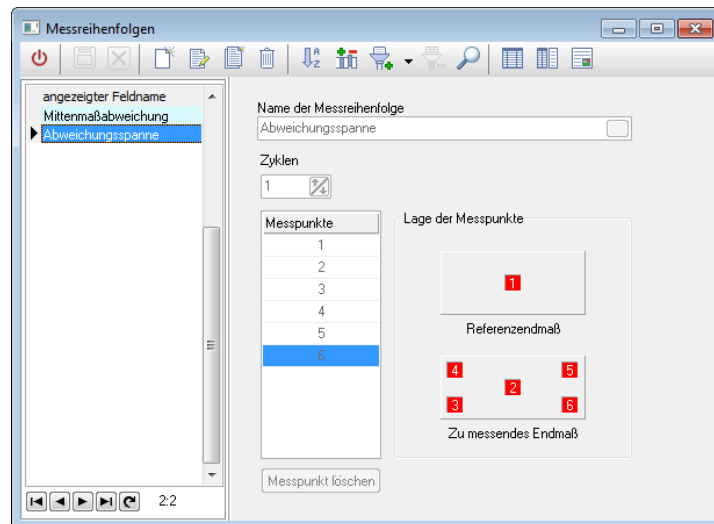

Abb. 7.2.10: Messreihenfolgen definieren.
- der Abweichungsspanne [Abb. 7.2.10].